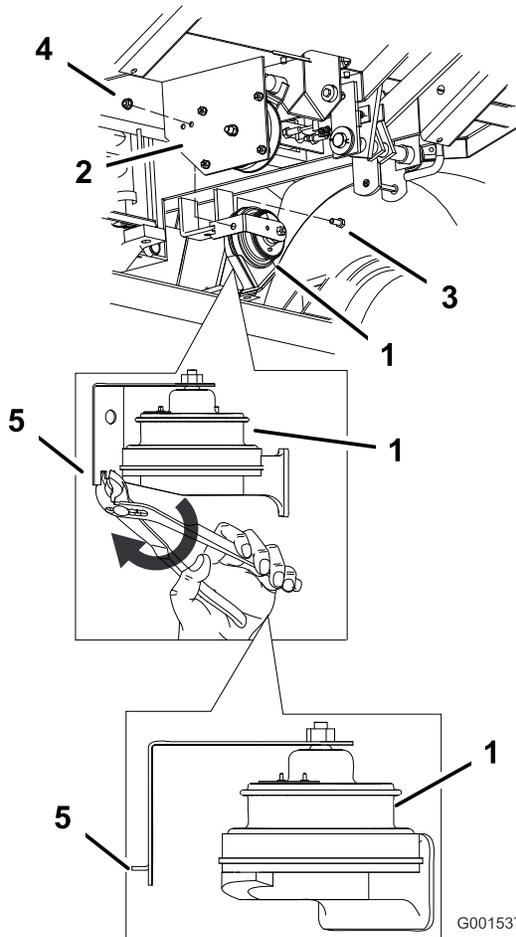

図 2
1. ブラケットの端にある中央タブを 90 度に曲げる (図 2)。
ト (5/16 x 3/4 インチ) とフランジナット (5/16 インチ) (図 2)。